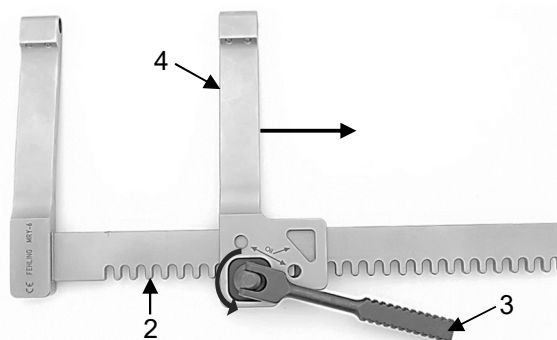

Fig. 18
Ruotando la leva di comando (3) in senso antiorario, fare scorrere il braccio mobile del divaricatore (4) sulla guida dentata (2) verso l'esterno, fino a quando è possibile rimuoverlo (Fig. 18).